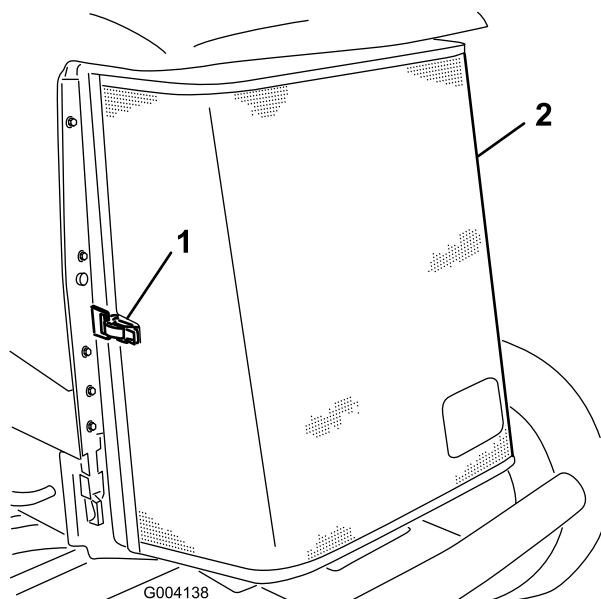

Рисунок 63
3. Откройте защелку и откиньте заднюю решетку (Рисунок 63).